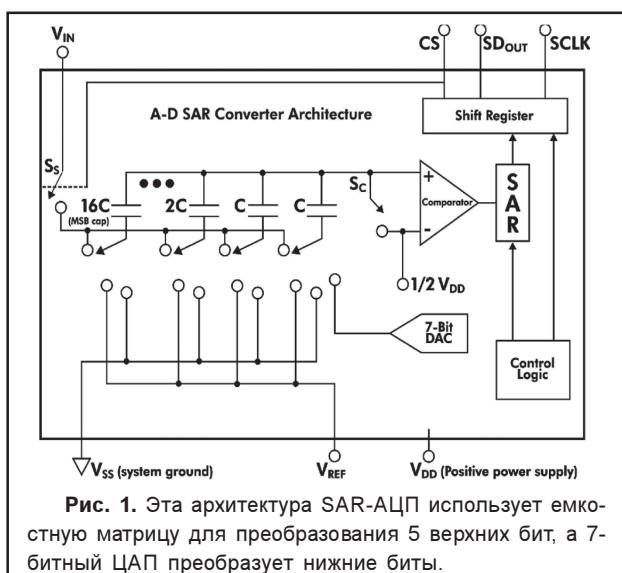

Рис. 1. Эта архитектура SAR-АЦП использует емкостную матрицу для преобразования 5 верхних бит, а 7-битный ЦАП преобразует нижние биты.
Все больше и больше SAR-АЦП последних разработок вместо применяемой ранее лестничной структуры R-2R используют для увеличения количества бит технологию емкостного перераспределения. На представленной схеме (рис. 1), первоначальный выбор аналогового входного напряжения осуществляется посредством соединения входного сигнала с нижней стороной выборочной матрицы конденсаторов, что достигается с помощью импульсного переключателя (Ss). Другие полюсы выборочной матрицы конденсаторов соединяются с половиной напряжения питания, $1/2V_{DD}$. Оба этих действия осуществляются с помощью внешнего вывода выборки кристалла (CS). Как только конденсаторы оказываются полностью заряженными входным напряжением V_{in} , внутренняя емкостная матрица преобразователя разъединяется как от входного сигнала, так и от напряжения питания $1/2V_{DD}$. Со
Определив значение MSB, преобразователь начинает проверять MSB-1 значение. Это осуществляется подключением конденсатора MSB-1 к опорному напряжению V_{ref} , в то время как другие конденсаторы привязаны к V_{SS} . (Следует сказать, что MSB-1 конденсатор не показан на рис. 1, но его значение – 8C) В результате величина напряжения на неинвертирующем входе компаратора – $[1/2 V_{DD} - V_{in}] + 1/2V_{ref}$ (MSB) + $1/4V_{ref}$. Снова производится сравнение этого напряжения с напряжением $1/2V_{DD}$ компаратора.
Сама внутренняя электрическая схема SAR-АЦП требует малого количества полезной кремниевой площади кристалла. Однако, прежде всего это – аналоговая схема. Типичные блоки, добавленные к основному SAR-преобразователю, как видно из рис. 1, – это источник опорного напряжения и/или входной мультиплексор. Некоторые преобразователи обладают свойствами автономной калибровки. Так как эта микросхема является, главным образом, аналоговой, создается впечатление, что степень интеграции в микроконтроллер будет далека от идеальной. Однако, благода-